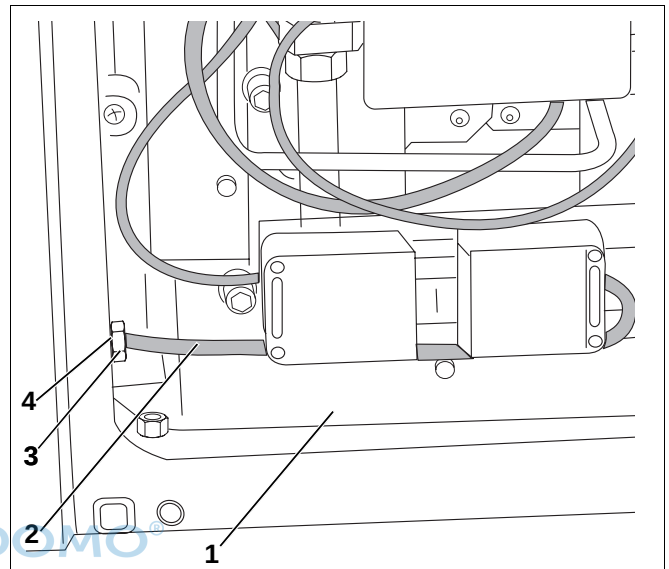

Abb. 14 Netzanschluss montieren
- Netzanschlusskabel (Abb. 14, **Pos. 2**) an der Grundplatte (Abb. 14, **Pos. 1**) und durch die Öffnung der linken Seitenwand (Abb. 14, **Pos. 4**) verlegen.
- Die Zugentlastung (Abb. 14, **Pos. 3**) an der Seitenwand mit den 2 mitgelieferten Schrauben und Muttern befestigen.